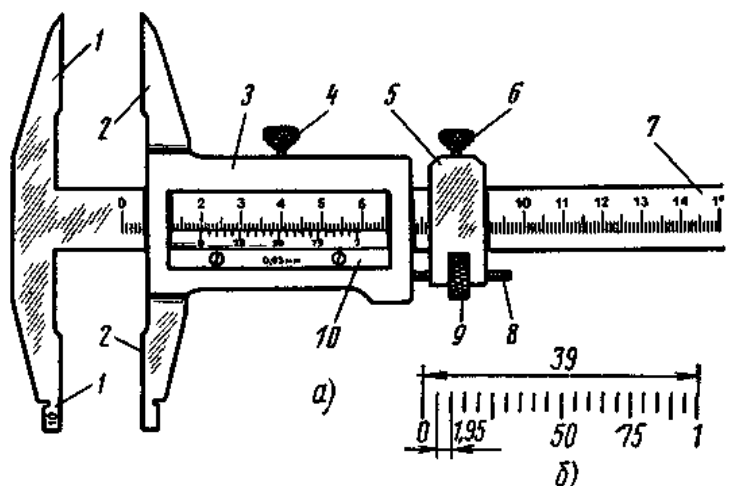

Рис. 6. Штангенциркуль ШЦ-II:
1. Ознакомиться с конструкцией штангенциркуля ШЦ-II (рис. 6,а).
2. Изучить устройство нониуса: он имеет длину 39 мм, разделен на 20 частей. Одно деление нониуса составляет $39:20=1,95$ мм (рис.6, б), это на 0,05 мм меньше целого числа.